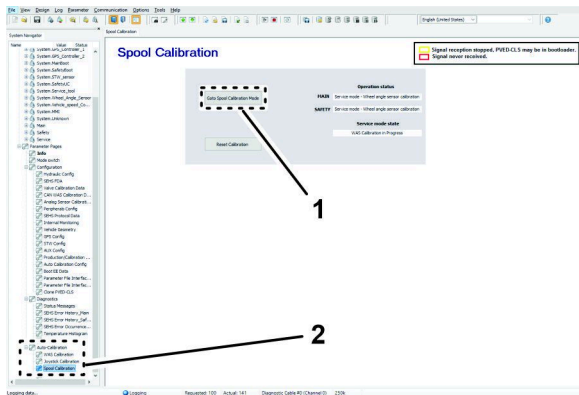

Figura 154
1. En el ordenador portátil, haga clic en el icono SPOOL CALIBRATION (Calibración del carrete) (Figura 154).
2. En la página de calibración del carrete, haga clic en el icono GOTO SPOOL CALIBRATION MODE (Ir a Modo de calibración del carrete) (Figura 154).